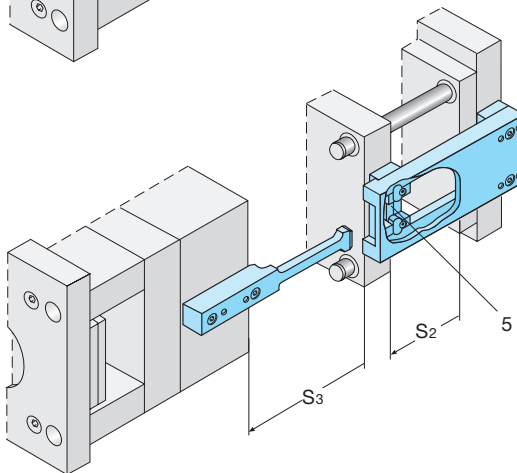

Figure 4
En même temps, la plaque porte-empainte (H1V) tirée est bloquée par le verrou (5) (voir aussi figure 4) par l'intermédiaire du boîtier (1) et des clavettes d'arrêt (6).